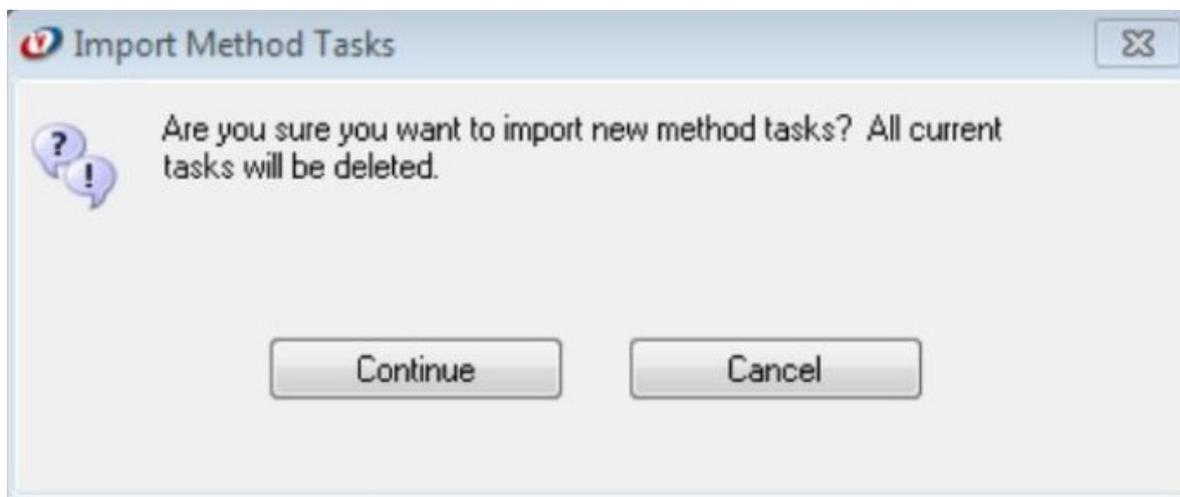

Figura 81: Caixa de diálogo de seleção de tarefas de método de importação.
- Clique no botão *Import* para importar e abrirá uma caixa de diálogo conforme Figura 81.